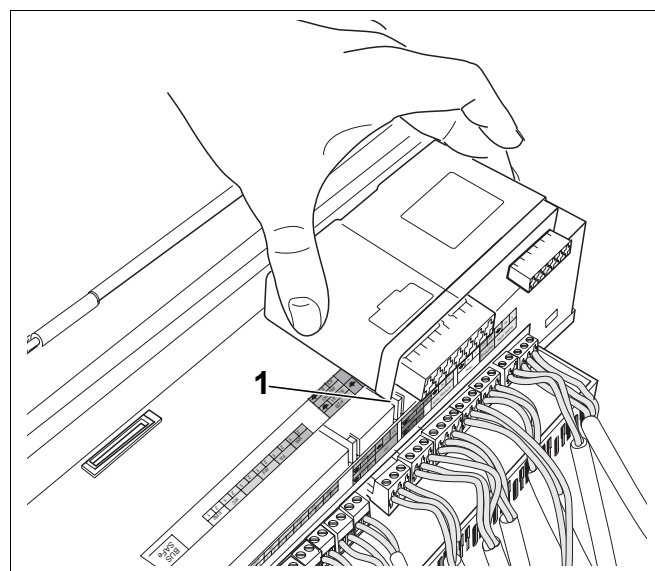

Рис. 9 Установка функциональных модулей
- Введите наружные задние крюки функционального модуля в язычки (рис. 9, поз. 1) на системе управления.
- Нажмите вниз на переднюю сторону модуля (рис. 9).